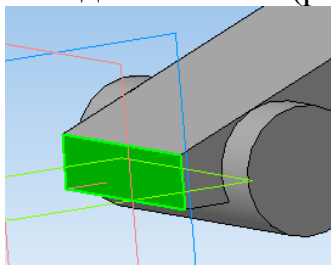

Рис. 5
5. Выделите грань и зайдите в *Эскиз* (рис. 5).